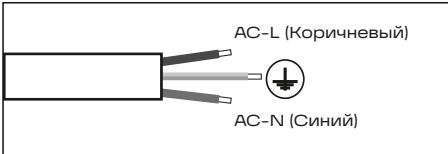

Рис. 6
5.11.5 Выполните электрическое подключение осветительного прибора согласно рис. 6.
5.12.5 Выполните электрическое подключение осветительного прибора согласно рис. 6.